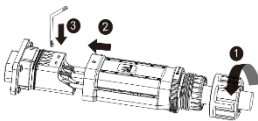
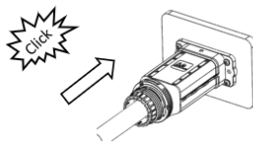

Fig. 11: Ansluta ledningar
Fig. 12: Sätta i skyddet
- 1 För den konfigurerade kabeln genom muttern och skyddet (fig. 11 pos. 1 & 2) och fäst den till kontakthållaren enligt ledningsordföljden (fig. 11/pos. 3) med den bifogade insexnyckeln [$\times A_3 / \text{mm}$ 4,0 Nm].
- 2 Dra locket (fig. 11, pos. 3) över pluggen så att hålet i locket blir synligt (fig. 12).